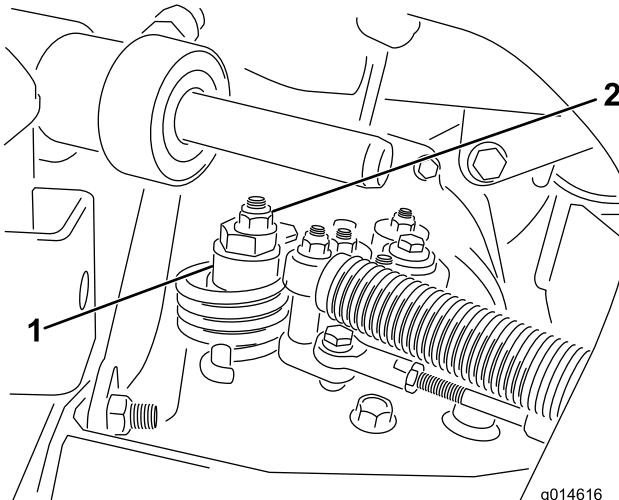

Figura 46
- Allentate il dado che fissa l'eccentrico alla parte superiore dell'igrostat (Figura 46).
- Fate girare l'eccentrico finché non riscontrate movimenti in alcuna direzione. Quando la ruota cessa di girare, serrate il dado di bloccaggio dell'eccentrico per mantenere la messa a punto (Figura 46). Verificate la regolazione portando l'acceleratore in posizione SLOW e FAST.